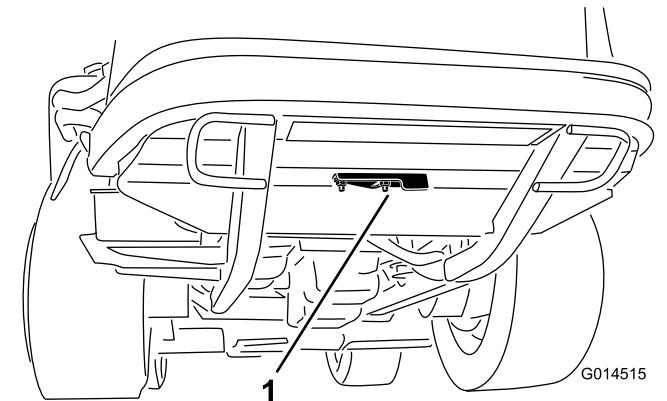

図 42
2. クリーンアウトカバーを後フレームの下側に固定しているフランジナットをゆるめる図 42。カバーをめくると、フレームのクリーンアウトホール清掃穴が露出する。